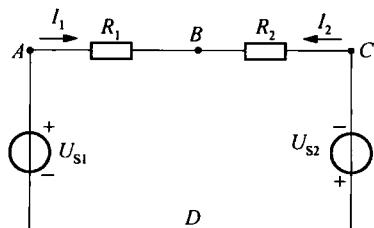

图 1-4 电压、电位的测量
- 已知  $R_1 = 100 \Omega$ ,  $R_2 = 300 \Omega$ , 在实验板上按图 1-4 插拼连接电路。